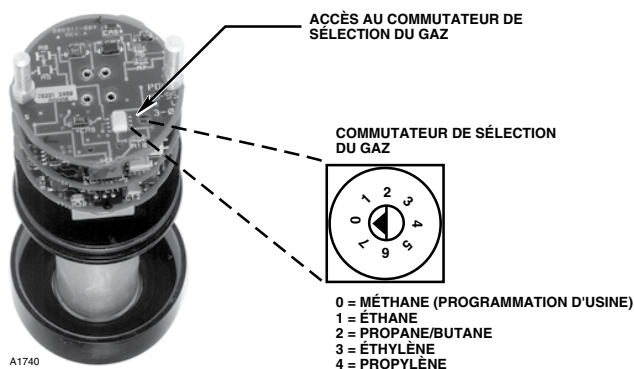

Figure 14—Localisation du Commutateur de Sélection de Gaz au Bas du Bloc Electronique
4. En utilisant un petit tournevis, tourner le commutateur de sélection de gaz de la position 0 (méthane) vers la position désirée. Se référer à la Figure 14. S'assurer que la pointe de la flèche sur le commutateur est alignée avec la position sélectionnée.